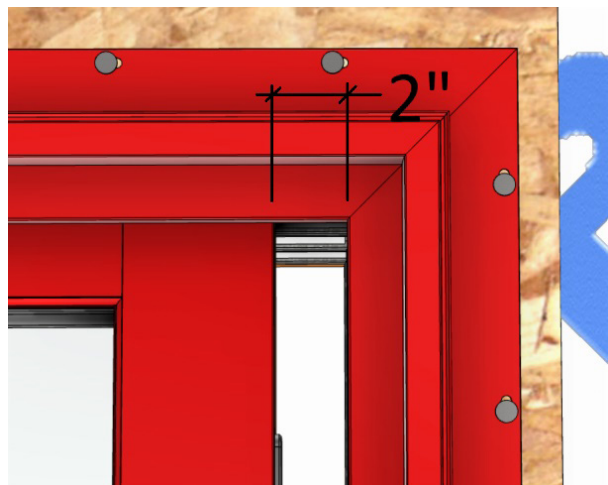

Fig P5
- Coloca el panel a aproximadamente 2" de la jamba para asegurarte de que se pueda levantar y colocar en su lugar sin interferir con la llave de esquina. (Fig. P5)